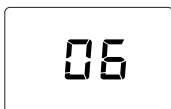

fig. 4- Pornire / Versiune software
- În timpul primelor 5 secunde, pe afișaj apare versiunea software a cartei (fig. 4).